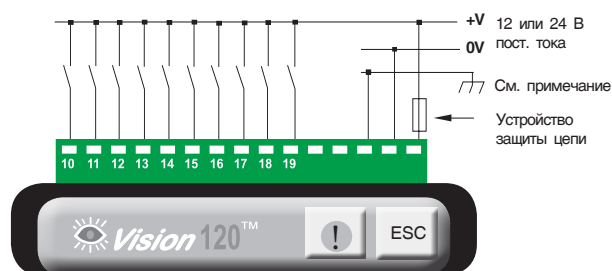

Рис. 4 Дискретные входы
- 10 дискретных входов – не имеют гальванической развязки (рис. 4).